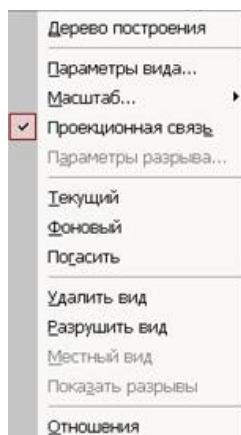

Рис. 97 Контекстное меню редактирования вида
2. Щелкнуть правой клавишей мыши внутри габаритной рамки для вызова контекстного меню (рис.97).
3. С помощью кнопки  Местный вид на странице Ассоциативные виды (рис.99) строим местный вид, для которого можно выбрать свой масштаб, например, 2:1 с помощью контекстного меню редактирования вида (рис.97), которое вызывается щелчком правой кнопкой мыши на выделенном виде. При изменении масштаба следует изменить обозначение местного вида: А (2:1).